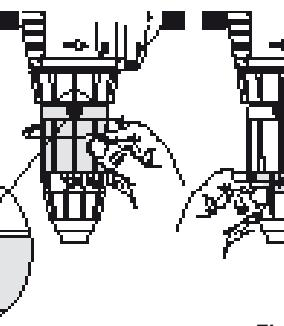

Fig. 10
- Draai de doseerromoer links- of rechtsom zodat de afstelnaad in het oog van de afstelring overeenkomt met de gewenste dosering (**Fig. 10**).